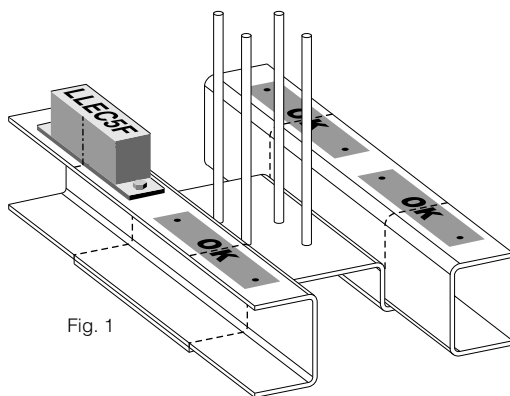
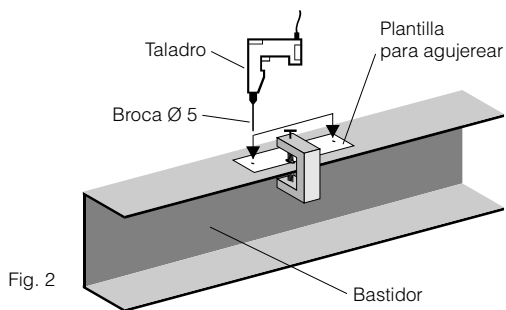

Fig. 1
Fig. 2
El LLEC5F debe montarse en la parte superior del bastidor, en correspondencia con la línea (en la Fig.1 es la línea punteada) que separa la zona de contacto de la plancha amarracables del resto del bastidor (Fig.1).
1. Fijar con una abrazadera la plantilla para agujerear (Fig.2) en la posición escogida en Fig.1.
2. En correspondencia con los agujeros de la plantilla, agujerear con un taladro con broca de 5 mm de diámetro (Fig.2).